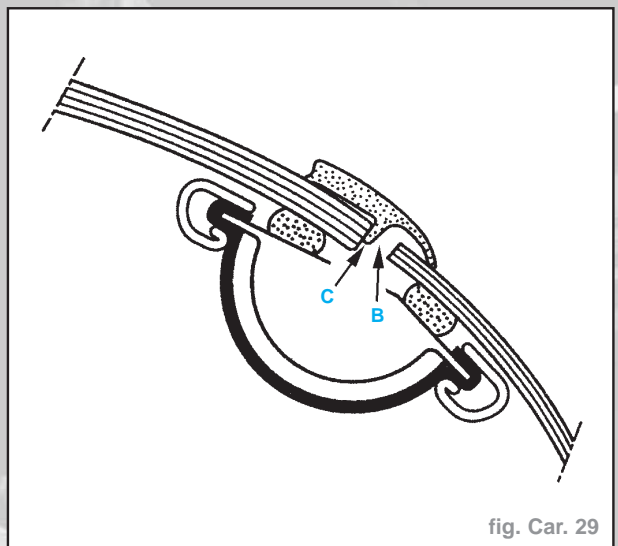

fig. Car. 29
- Attention :** Ne pas mettre de colle à pare-brise dans la gouttière (B) y compris dans les coins supérieurs pour permettre (fig. Car. 29) :
- le passage du talon (C) de l'enjoliveur,